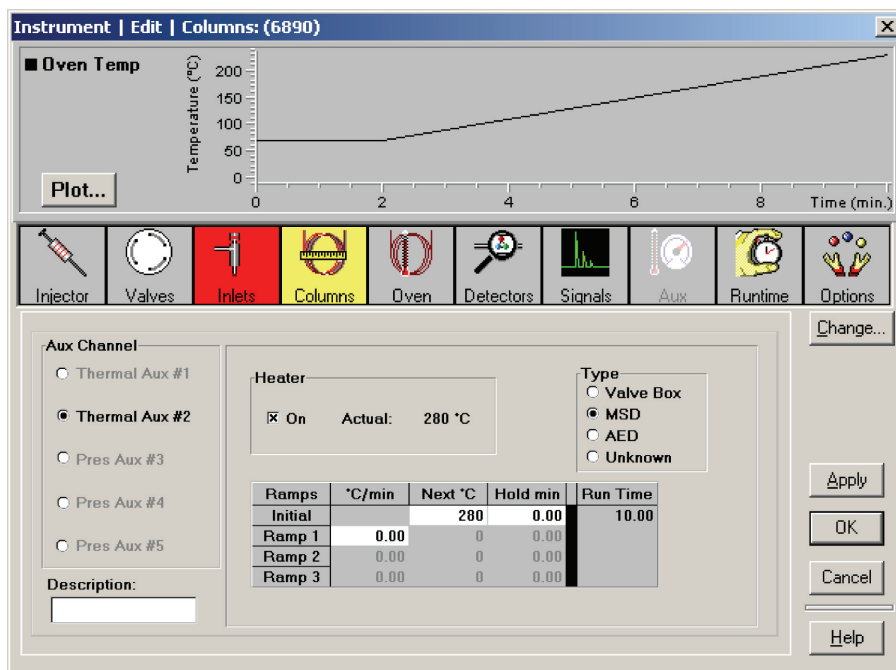

图 9 设置接口温度
- 2 单击**热辅路**，显示**仪器 | 编辑 | 热辅路: (6890)** 窗口（图 9）